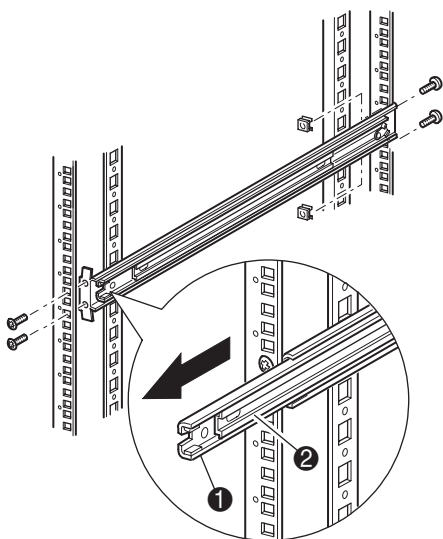

Figure 13 Installation des rails
3. Installez les deux écrous agrafes coulissants (préalablement marqués à l'aide du gabarit, deux trous au-dessus des trous de vis du support supérieur) sur chacun des montants avant du rack (reportez-vous à la Figure 13).